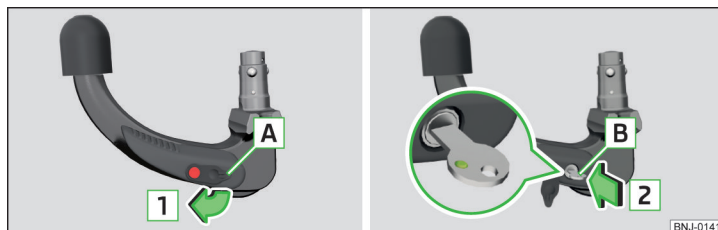

Abb. 142 Kappe vom Schloss abnehmen / Schlüssel in das Schloss stecken
- Die Kappe **A** vom Schloss in Pfeilrichtung **1** » Abb. 142 abnehmen.